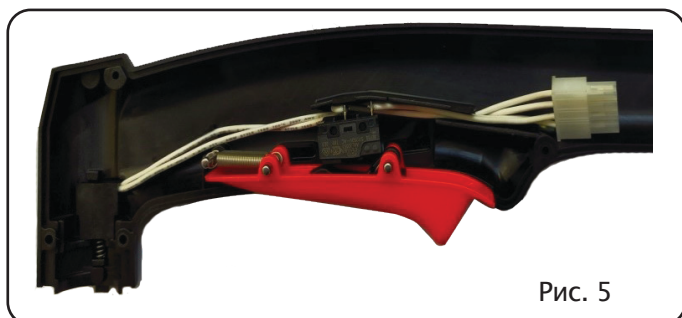

Рис. 5
- Ссылаясь на Рис. 4, поднимите корпус сварочной горелки **T** вместе с кабелем и отключите разъем **A** (кнопка) и разъем **B** (пилотная дуга), убедившись, что компоненты кнопки (см. Рис. 5) остаются в исходном положении.